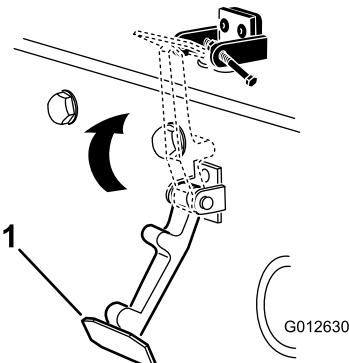

Figura 6
- 7. Enganche el cierre en el cerradero del capó (Figura 6).